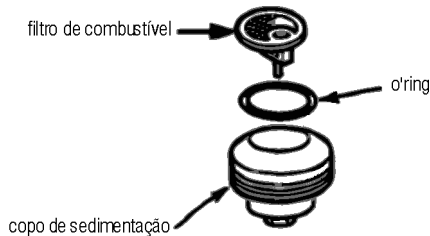

Fig. 25 – limpeza dos componentes
- 4 – Desmonte o sistema, retirando o filtro de combustível, o anel o'ring e o copo de sedimentação (fig. 25);